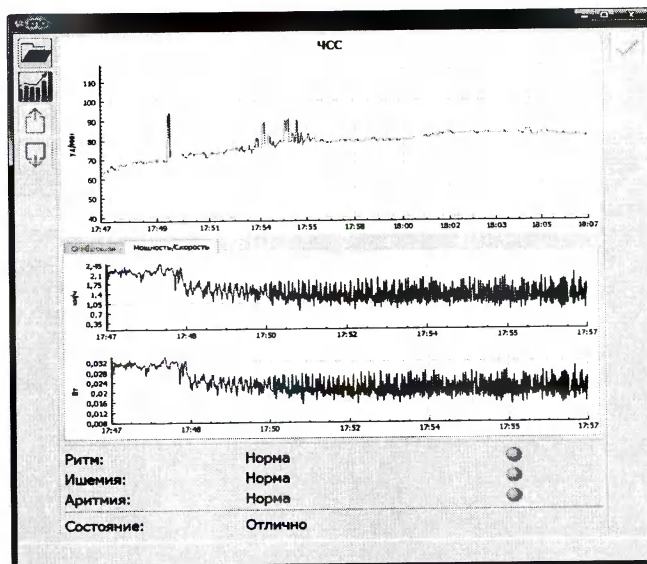
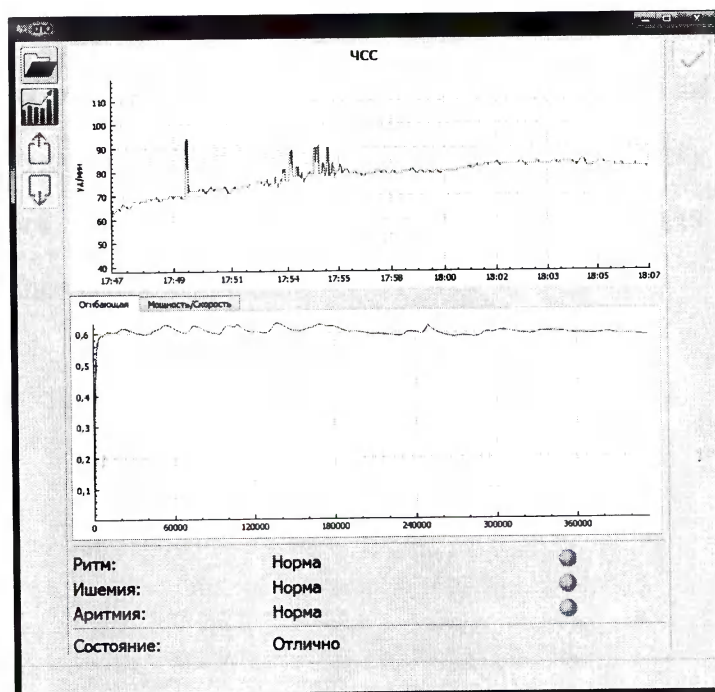

Рисунок 58 - Графики ЧСС и Мощности/Скорости
Рисунок 59 - Графики ЧСС и Огибающей
- После открытия файлов, программа произведет все необходимые расчеты и выдаст предварительное заключение: ритм, ишемия, аритмия, состояние, графики ЧСС, мощности и скорости (рисунок 58), огибающей ЭМГ (рисунок 59);